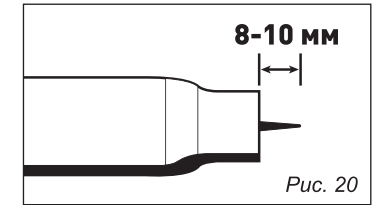

Рис. 20
- Рекомендуемый вылет электрода от сопла (рис. 20) или см. в руководстве к горелке.